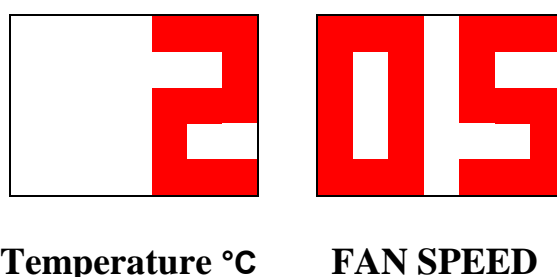

Рисунок 4 – Настройка времени работы в режиме поддержки
- с помощью кнопок 1 и 2 выбрать пункт меню «2» и выставить время работы в секундах с помощью кнопок 3 и 4. При этом на индикаторе «2» будет отображаться текущее значение времени работы, рисунок 4;